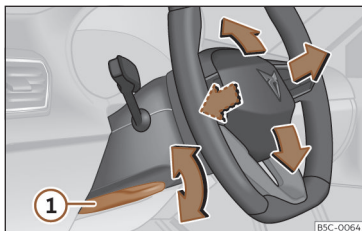

Fig. 94 Alavanca na parte inferior do lado esquerdo da coluna de direção
- Puxe a alavanca >>> **Fig. 94 1** para baixo, mova o volante até à posição desejada e volte a subir a alavanca até ao ponto de fecho.
- Após ajustar a coluna da direção, empurre firmemente a alavanca >>> **Fig. 94 1** para cima para que o volante não mude de posição acidentalmente durante o andamento.